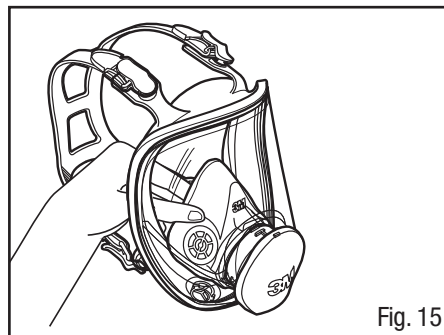

Fig. 15
1. Retirer l'ensemble coquille nasale en l'éloignant de l'adaptateur central situé à l'intérieur du masque (Fig. 15).
1. Retirer l'ensemble coquille nasale en l'éloignant de l'adaptateur central à l'intérieur du masque (Fig. 15).
- Sortir l'ensemble coquille nasale du masque (Fig. 15).